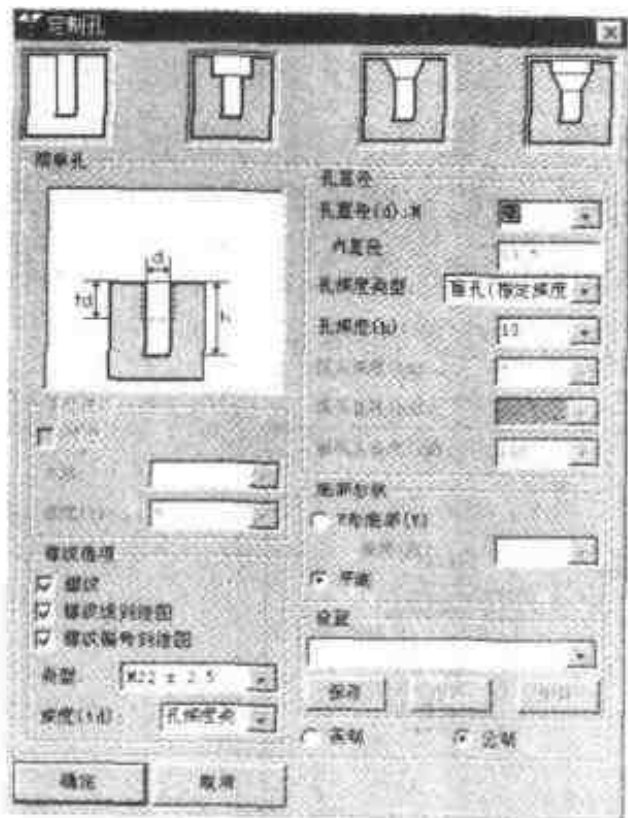

图 1.9 定制螺纹孔
- (2) 在弹出的【定制孔】对话框中填写或选择合适的参数和选项, 如图 1.9 所示。将【工具】图素目录中的【紧固件】拖放到手把底部, 并在弹出的【紧固件】对话框中按照如图 1.10 所示设置其参数和选项, 修改后的柄体零件和手把零件如图 1.11 所示。